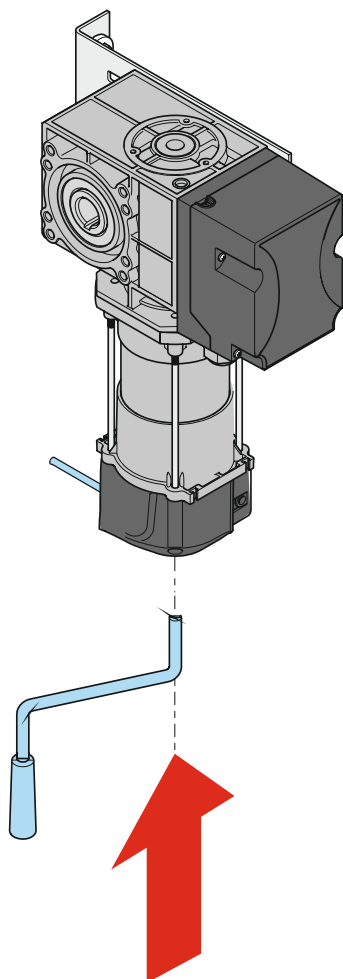
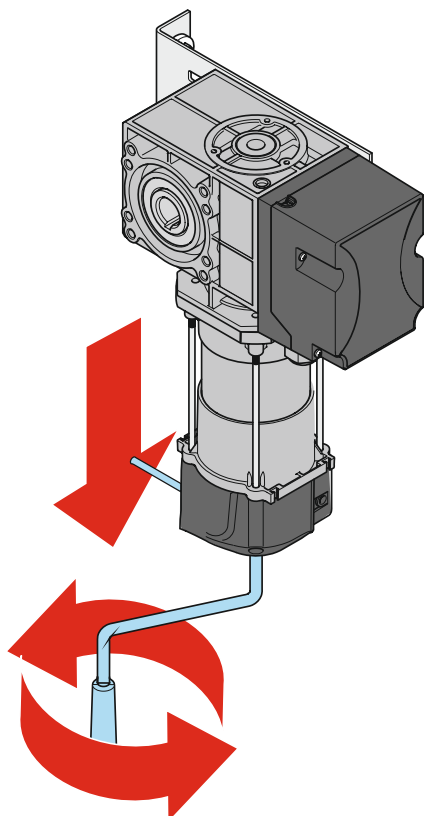

Figura 16: Desbloqueo manual
Figura 17: Desbloqueo manual
- Para bajar la tela utilizar la manivela del motor (figura 16). Para subir la tela utilizar el desbloqueo manual (figura 17).
- Para subir la tela utilizar el desbloqueador manual (figura 17).